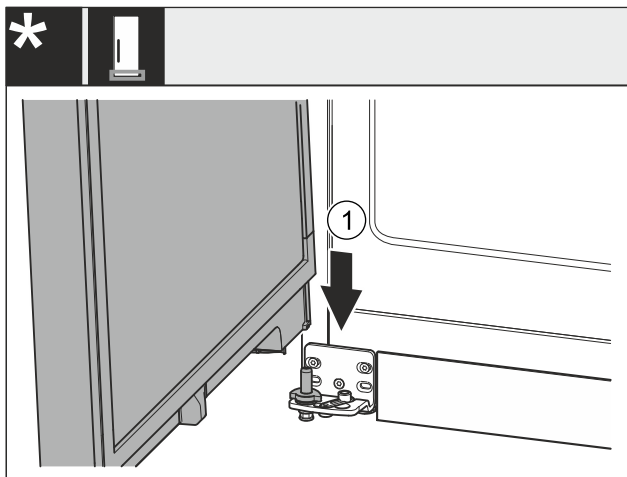

Fig. 44 *
- Placer la porte Fig. 44 (1) depuis le haut sur l'axe de palier inférieur.*